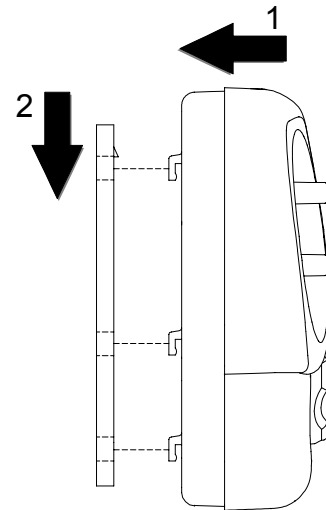

Рис. 4 Крепление прибора на монтажную пластину
2. Отсоедините монтажную пластину, установленную на задней части прибора. Для этого необходимо нажать на фиксатор, как показано на Рис. 4 и потянуть вниз, отделяя тем самым пластину от основания.
4. Установите основание термостата на пластину, вставив фиксатор основания в соответствующие отверстия пластины и затем слегка нажав вниз, чтобы фиксаторы защелкнулись (Рис. 4).